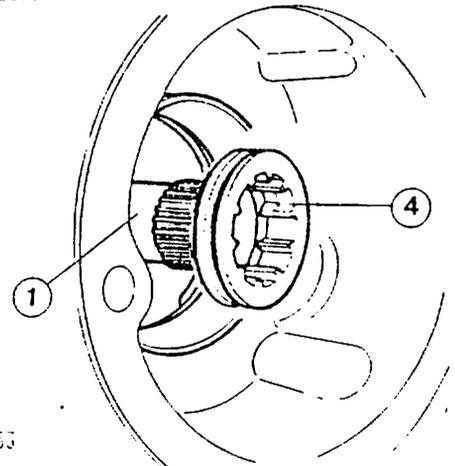

Fig. 3D.3-53
Acopte la horquilla de mando (5) sobre la garra de enclavamiento de tracción delantera (4) (Fig. 3D.3-53). Comprima el muelle (6), introdúzcalo en el encaje de la horquilla y monte el eje selector (7) de forma que la parte rebajada (8) quede situada hacia la parte delantera y orientada hacia arriba.